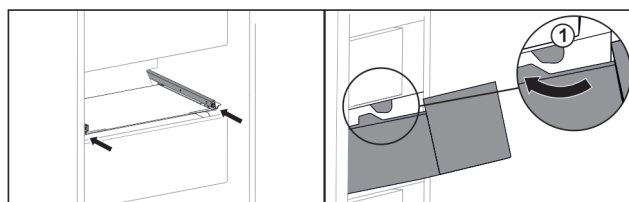

Fig. 53
- ▶ Vedte zásuvku podél zarážek Fig. 53 (1).